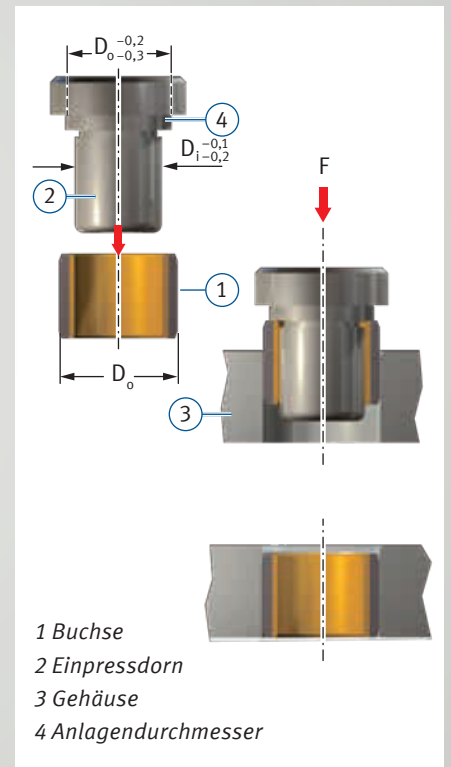

Abb. 52: Versenkt einpressen  $D_o \geq 55$  mm
- versenktes Einpressen mit Dorn ohne Hilfsring gemäß Abb. 52.